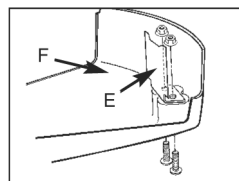

Fig. 13
1. Entfernen Sie das Schneidmesser (E) vom Schutzschild (F) (Fig. 13).